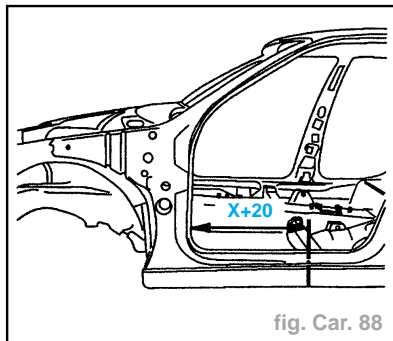

fig. Car. 88
- Tracer puis découper à l'aide d'une meule épaisseur 1 mm (coupe provisoire) (fig. Car. 88).